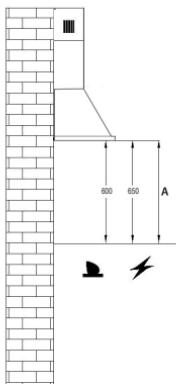
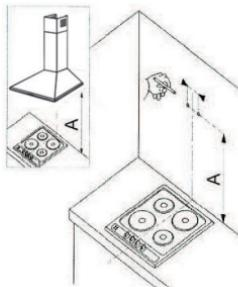

Рис. 4
Рис. 6
Если Вы используете газовую плиту или газовую поверхность, расстояние «A» между нижней частью вытяжки и поверхностью для приготовления пищи рекомендовано не менее 65 см, если электрическая не менее 60 см (Рис.4). Во время монтажных работ следует соблюдать действующие положение по отводу воздуха. Когда вытяжка используется одновременно с устройствами сжигания газа или другого топлива, в помещении должна быть надлежащая вентиляция.
- Приложите корпус вытяжки к стене (рис. 6), сохраняя минимальное 65 см для газовых и 60 см для электрических плит между нижним краем вытяжки и поверхностью для приготовления пищи (рис. 4).